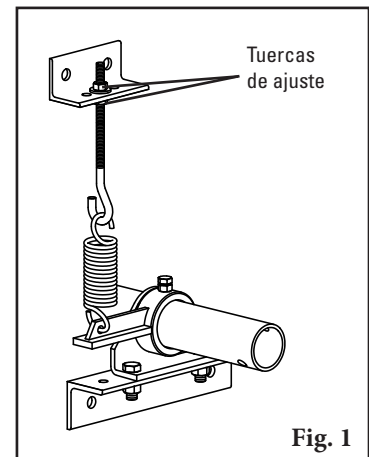

Fig. 1
1. **Elimine la tensión.** Afloje las tuercas de ajuste del soporte de montaje/ensamblaje de tornillo en J para eliminar la tensión del brazo (Fig. 1). Esto libera la tensión de la hoja en la banda.